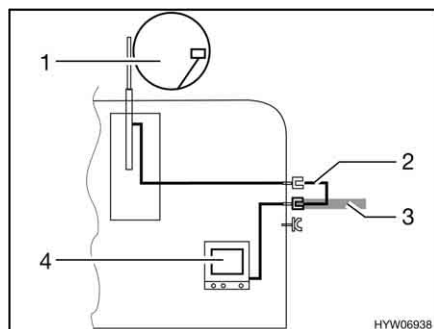

Fig. 177 TV en el vehículo
- TV en el vehículo (Fig. 177,4): Conexión a la antena del techo (Fig. 177,1) con el cable de conexión (Fig. 177,2)
- TV en el vehículo (Fig. 177,4): Conexión a antena externa (Fig. 177,3)